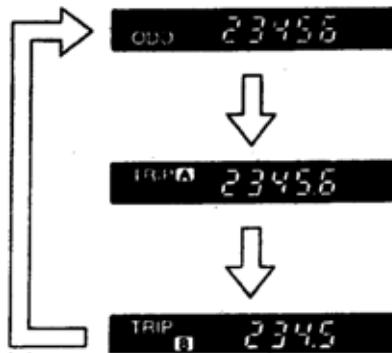

图 9-103
- 1)把点火开关转到 ON 位置, 检查当按压里程开关时, 指示模式是否按照“ODO”"TRIP A" "TRIPB" 的顺序变化, 如图 9-103 所示。注意: 当把点火开关转到 ON 位置, 首先出现在显示屏上的模式是以前显示的模式。